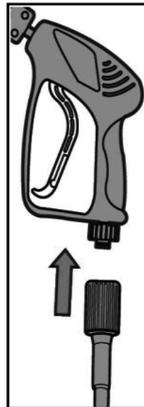

Рис. 7
5. Подключите шланг в/д к пистолету (рис. 7).